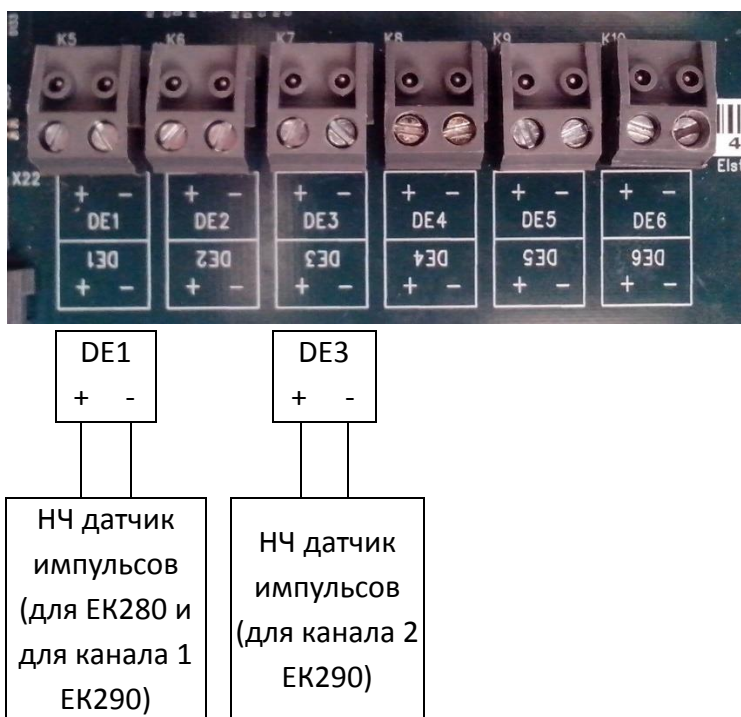

Рисунок 2
- Датчики импульсов от счетчиков газа подключаются (рисунок 2):